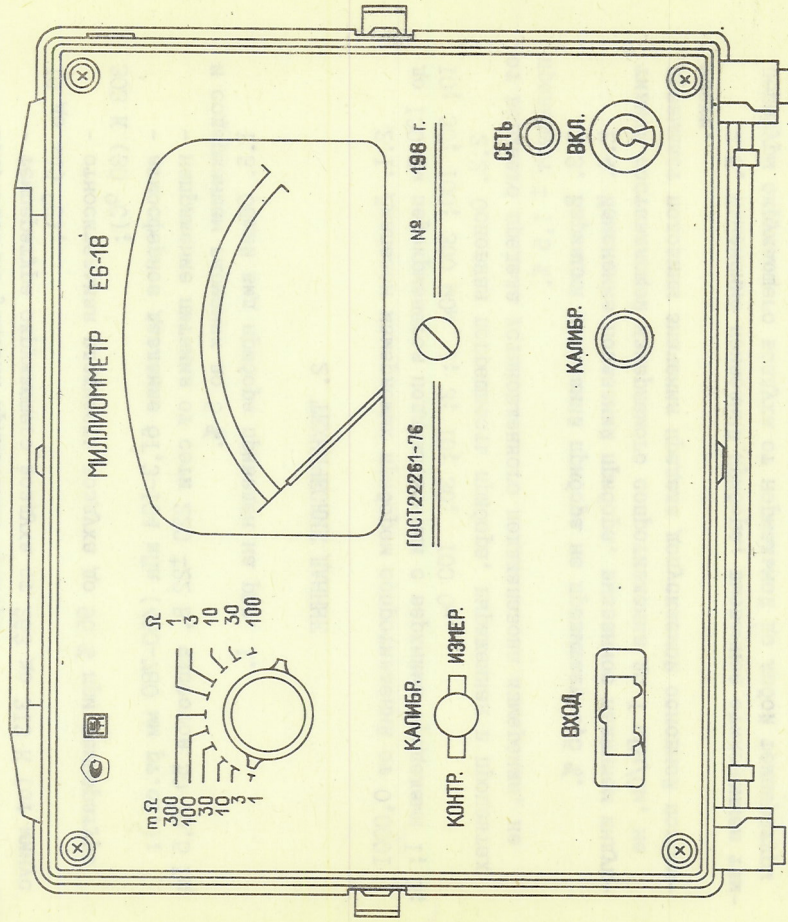

Рис. 1.
1.3. Общий вид прибора приведен на рис. 1.